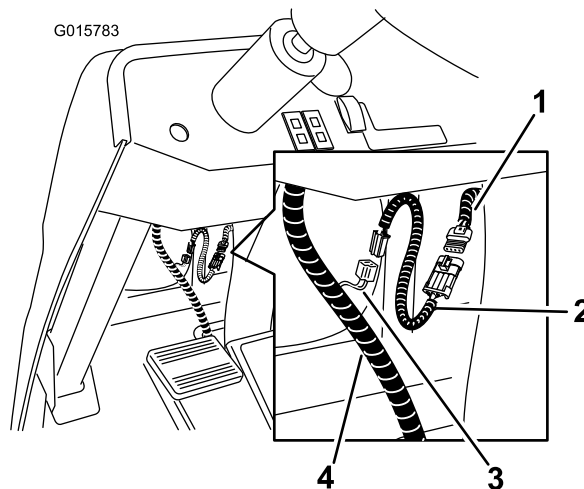

Figure 18
- B. Montez l'adaptateur sur le faisceau de câblage principal en connectant les connecteurs à 4 broches. (Figure 18).
C. Connectez le faisceau de câblage d'adaptateur au faisceau CE (Figure 18).